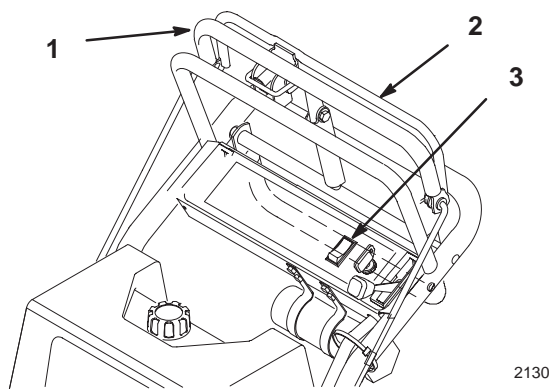

Abbildung 13
1. Am oberen Fahrtriebshebel ziehen, um die Maschine anzuhalten (Abb. 13).
3. Den Wippenschalter nach vorne auf ON (AN) stellen. Während des Betriebs, den Mähwerkbetätigungshebel gegen den oberen Fahrtriebshebel gedrückt halten.
1. Den Mähwerkbetätigungshebel loslassen, um das Mähwerk auszukuppeln (PTO) (Abb. 13).
2. Oder den Mähwerkbetätigungsschalter (PTO) auf OFF (AUS) stellen (Abb. 13).